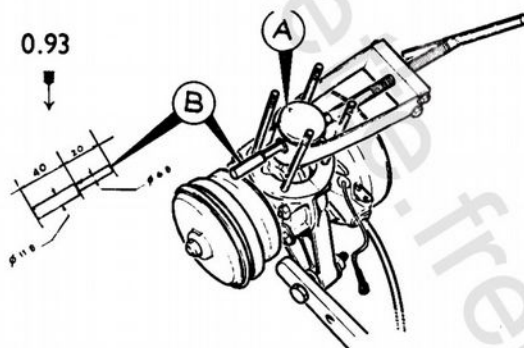

fig. 33
**Ce centrage spécial 0.93 (B) est indispensable pour effectuer correctement cette opération.**
- Mettre en place l'outil 0.12 muni de l'embout  $\varnothing 11$  long. 62 et visser pour engager l'axe aux 3/4 de sa course (fig. 33).